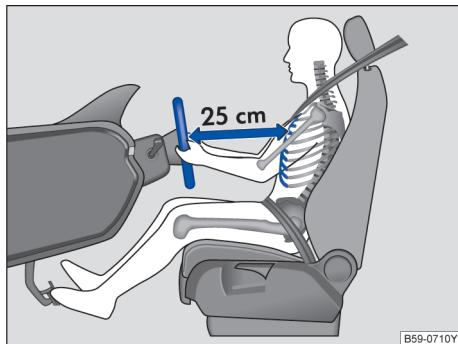

图 24 驾驶员与方向盘之间至少保持为 25 cm 的距离
- 调节方向盘，使驾驶员胸部与方向盘之间至少保持 25 cm 的距离→ 图 24。